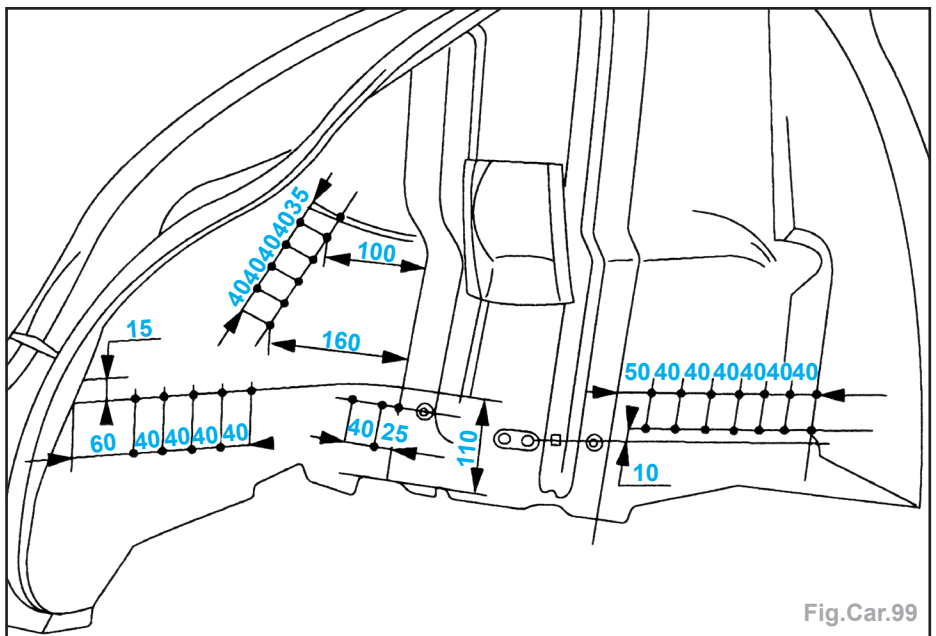

Fig.Car.99
- Percer à un Ø 8,0 mm pour soudage ultérieur par points bouchons (Fig.Car.99/100/101).